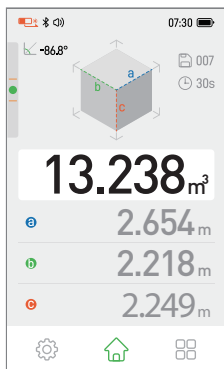

Рис. 15 Результат первого измерения объема
1. Измерьте первый объём (см. раздел Измерение объёма), как показано на рис. 15.